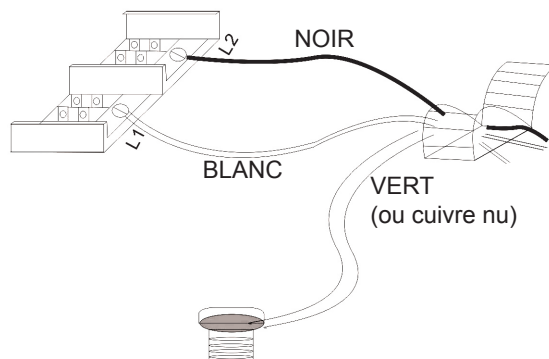

Figure 7
2. Installez les connecteurs de câbles sur l'appareil (voir la figure 7). Sélectionnez le fil d'alimentation électrique pour se conformer aux codes électriques locaux et nationaux en utilisant la cote de chauffage donnée sur l'étiquette de cote.
3. Connectez les fils au bloc d'alimentation à la base du radiateur (voir la figure 7).